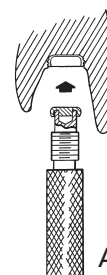

Abb. 7
9. Das Eingliederungswerkzeug für die Patrizze (Teil des Locator Werkzeugs, 636066) wird verwendet, um die Locator Ersatzpatrizze fest in das Metallkappchen zu drücken (Abb. 7). Die Ersatzpatrizze muss fest sitzen und mit dem Rand der Kappe abschließen (Abb. 8).